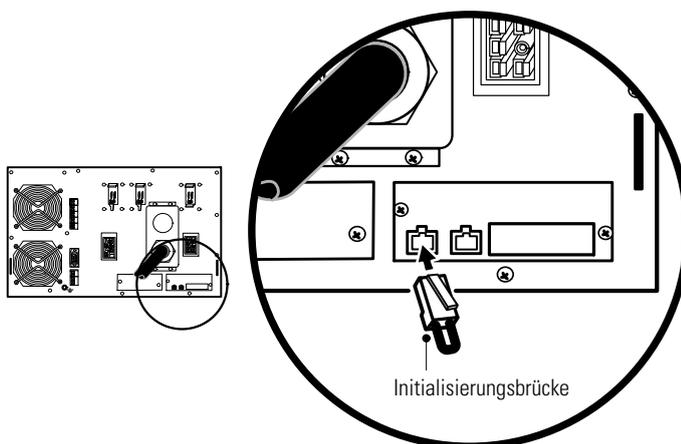

Abbildung 40. Einsetzen der Initialisierungsbrücke
8. Die mitgelieferte Initialisierungsbrücke (siehe Abbildung 40) im CAN IN-Anschluss auf der USV einsetzen.